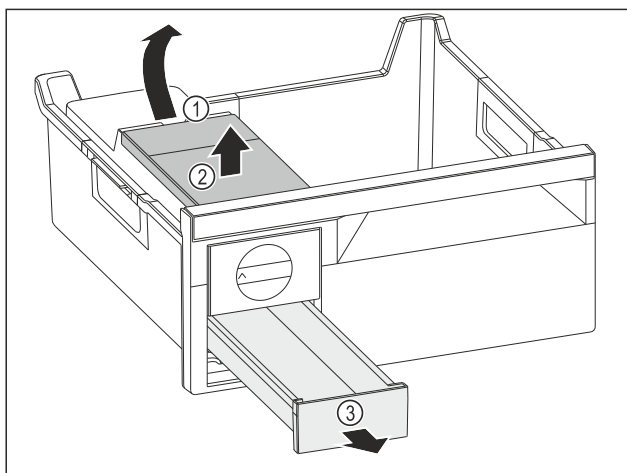

Fig. 84
- Watertank wegnemen: Watertank bij de uitsparing Fig. 84 (1) optillen.
- Watertank Fig. 84 (2) naar boven toe wegnemen.
- Ijsblokjesvak Fig. 84 (3) naar voren toe wegnemen.